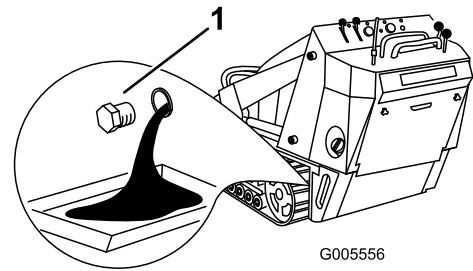

Figura 32
4. Togliete il tappo di spurgo (Figura 32).